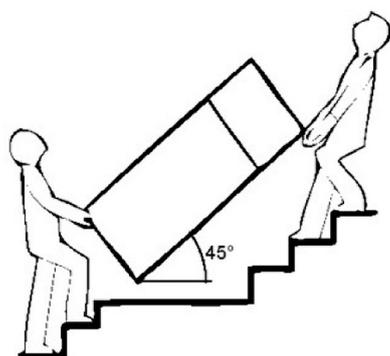

Fig. 1
1.2 Trasporto e handling (fig. 1)